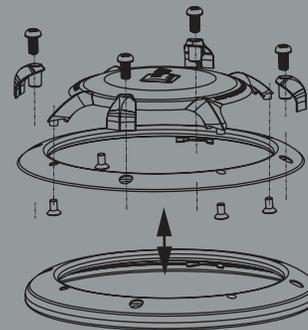

Figure 19.
- Les systèmes d'enceintes de compétition GTi comprennent une variété de garnitures de grille. Voir la Figure 19 pour changer la garniture de grille en fibre de carbone.